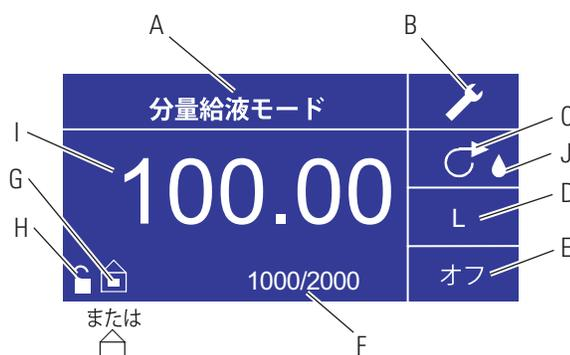

図 3-10. 分量給液モードスクリーン
6. **ポンプOFF時間設定**：方向パッドとENTERキーを使ってディスプレイでOFFを選び (図3-10、位置E参照)、休止時間を入力します。方向パッドとENTERキーを使って、ポンプOFF時間を設定してください。スクリーン中央のタイマーがハイライトされ、UP/DOWN矢印を使うと、時間間隔の最も右側の桁を増加/減少させることができます。タイマーがハイライトされているときにもう一度ENTERを押すと、桁はUP/DOWN矢印を使って個別にナビゲートでき、LEFT/RIGHT矢印を使って桁の切替ができます。ベストなOFF時間を選んだら、再びENTERを押して確定します。駆動部は、スクリーンの中央にでている時間だけ休止します。**注**：OFF時間が00:00:00に設定されていると、次の分注を開始するには、キーパッドまたはリモートI/OコネクタからのSTART/STOP入力が必要です。
7. **バッチサイズ設定**：方向パッドとENTERキーを使って、操作スクリーンからバッチ数アイコンを選んでください (図3-10、位置F参照)。バッチ数スクリーンで、UP/DOWN矢印を使ってバッチサイズを選びます。ENTERを押してバッチサイズを確定します。ゼロ (0) に設定されていると、駆動部は無限のサイクルで稼働し、∞記号が表示されます。EXITを選んで、駆動部操作スクリーンに戻ります。
9. **バッチ数リセット**：方向パッドとENTERキーを使って、BATCH COUNTアイコンを選びます (図3-10、位置F参照)。BATCH COUNTスクリーンでRESETを選び、ENTERキーを押すとバッチ数がリセットされます。EXITを選んで、COPY MODE OPERATIONスクリーンに戻ります。